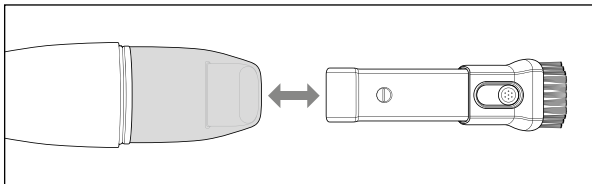

Fig. 2
- ◆ Inserire la bocchetta aspiratrice 2-in-1 12 nell'apertura di aspirazione 2 dell'apparecchio. Nel farlo assicurarsi che il pulsante per la regolazione della bocchetta spazzola sia rivolto verso l'alto (vedere fig. 2).
- ◆ Per togliere nuovamente la bocchetta aspiratrice 2-in-1 12, estrarla dall'apertura di aspirazione 2 (vedere fig. 2).